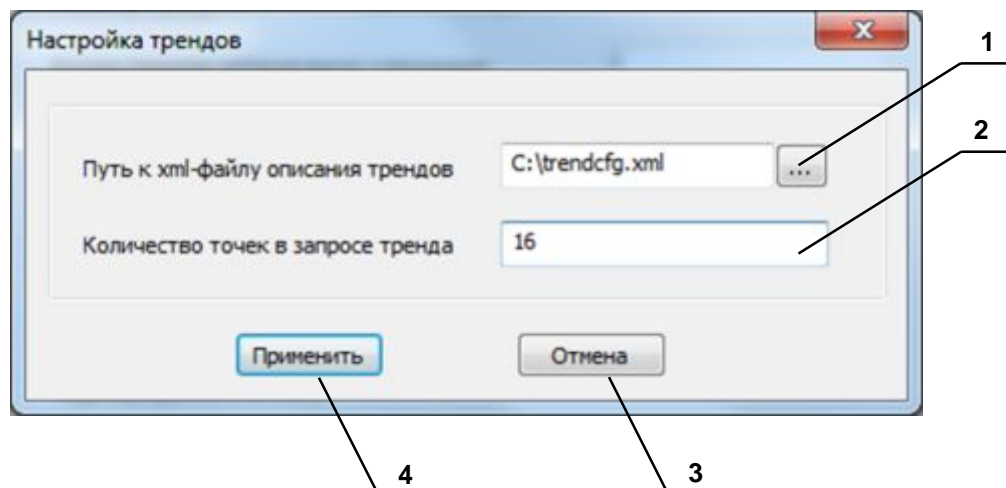

Рисунок 6.5 – Диалоговое окно настройки трендов
- 20 **Настройка трендов.** При нажатии на данную кнопку появляется диалоговое окно (рисунок 6.5), определяющее путь к xml-файлу описания трендов контроллера. Файл krug_db.dtd должен находиться в том же каталоге, что и xml-файл.
При нажатии на кнопку «**Настройка трендов**» появляется диалоговое окно, в котором можно настроить путь к xml-файлу описания трендов контроллера (рисунок 6.5).